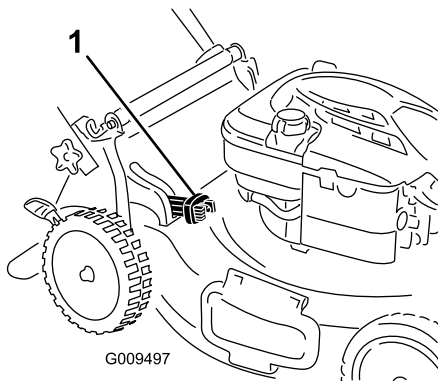

Bild 18
- Zum Sammeln des Schnittguts und Laubs drücken Sie die Taste am Hebel für den zuschaltbaren Fangkorb und bewegen den Hebel nach vorne, bis die Taste am Hebel herauspringt (Bild 18).